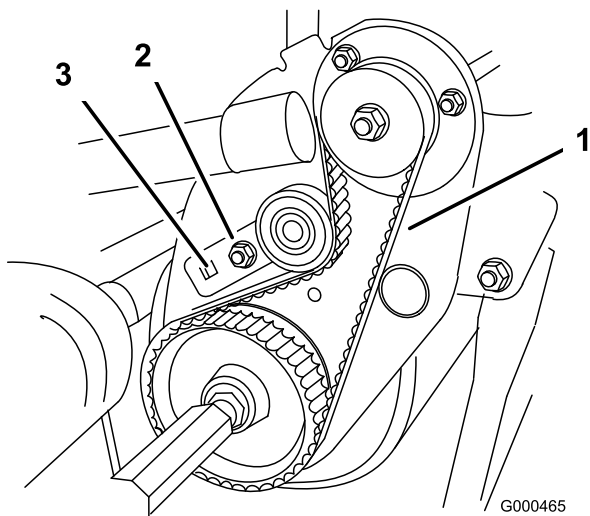

図 41
- B. 3/8インチのトルクレンチでアイドラ・ブラケットを 0.86~0.97 kg.m のトルクで回転させてベルトに張りを与える (図 41)。トルクレンチの設定が狂わないように注意しながら、ベアリング・ハウジング取り付けナットを締め付ける。(タング・ワッシャは、ベルトのスリップを防止するためのものである)。ベルトを強く張りすぎないように注意すること。